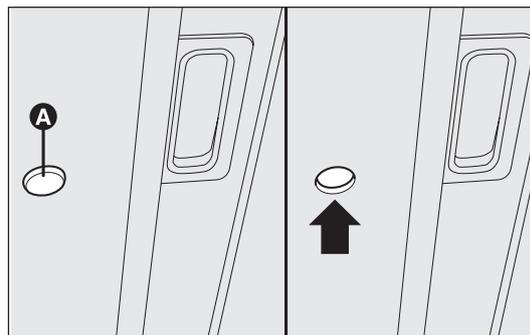

fig. 77
- introdurre nella sede A-fig. 77 la chiave in dotazione e ruotare: